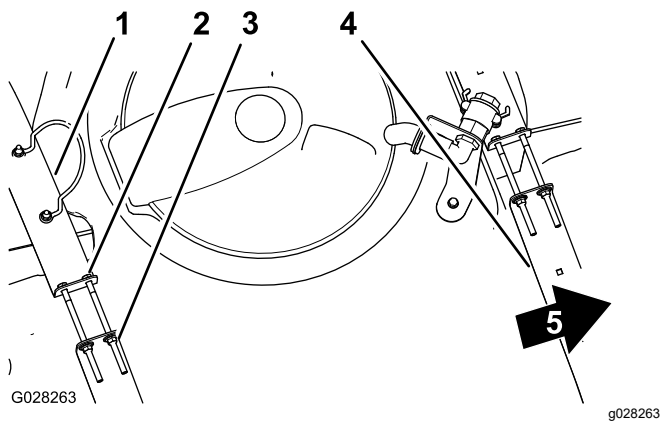

图 20
- 检查药缸箍带与药缸之间是否有任何活动图 20。
3. 如果药缸箍带与药缸之间有松动应拧紧箍带顶部的凸缘锁紧螺母和螺栓直到箍带与药缸表面齐平图 20。